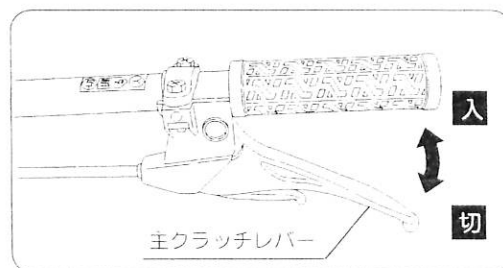

図11
- ② 主クラッチレバーをゆっくり握りますとクラッチが入ります。(図11)